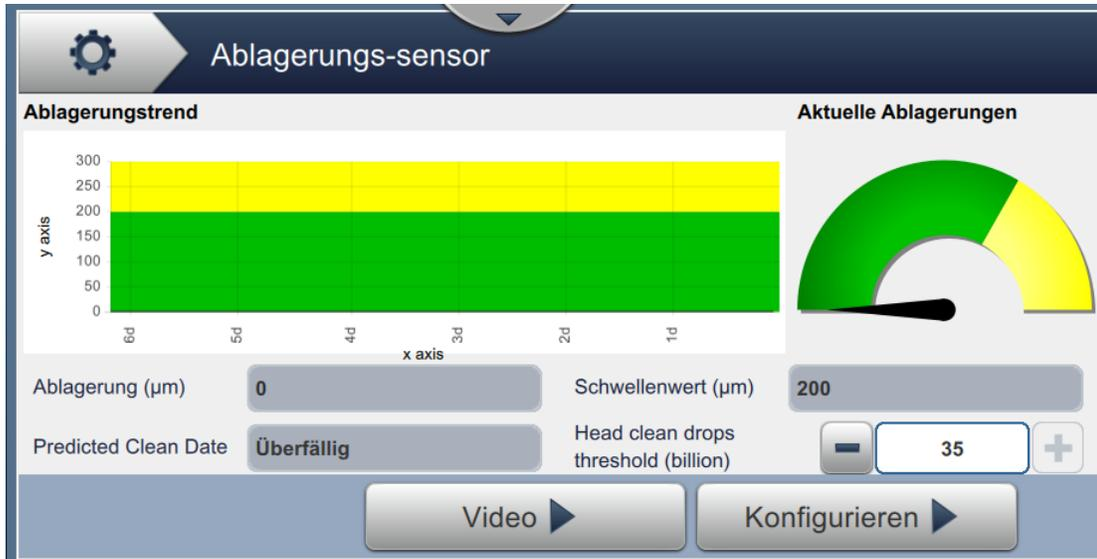

Abbildung 6-26: Sensor für Tintenablagerungen.
1. Berühren Sie die  auf dem Bildschirm „Tools“ („Werkzeuge“). Der Bildschirm „Sensor für Tintenablagerungen“ erscheint, wie dargestellt in Abbildung 6-26.